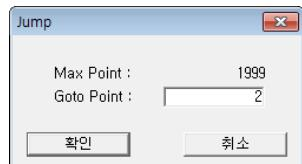

Figure 4-9
- ⑥ Forward 수행 중인 로봇을 정지하고 싶은 경우 "Forward Stop" 버튼을 선택합니다.
- ⑦ "Jump" 버튼 선택 시 아래와 같이 Point Jump 입력 화면(Figure 4-9)이 나타나며, 원하는 포인트 인덱스 위치로 이동 할 수 있습니다.